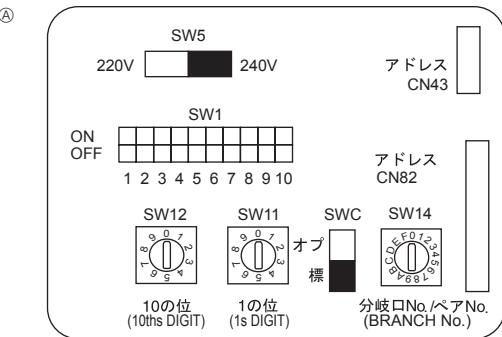

Fig. 7-4
7.5. Definição dos endereços (Fig. 7-4)
7.6. Medição da temperatura da peça com a sonda incorporada no controlo remoto (Fig. 7-4)